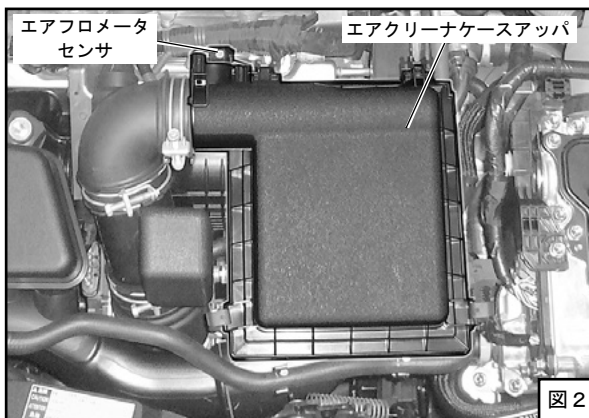

図2
(図2)
(4) ホースバンドをゆるめ、エアクリーナケースアツパ・エアフロメータセンサを一体で取外してください。(図2)
(8) エアクリーナケースアツパからエアフロメータセンサを取外してください。(図2)